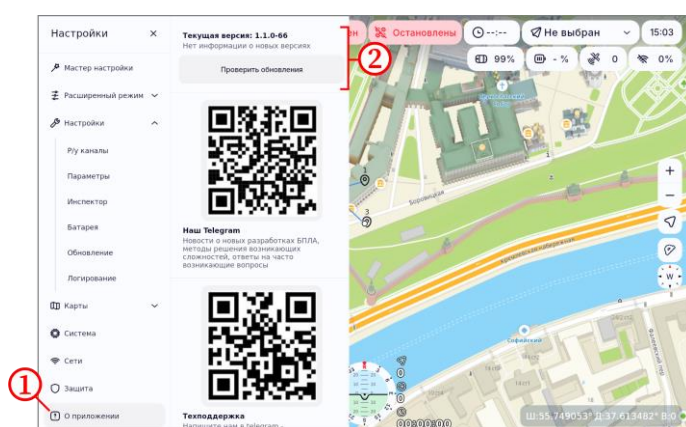

Рисунок 62
- перейти в раздел «О приложении» (рисунок 62, шаг 1);
- убедиться, что на экране раздела присутствует форма проверки наличия обновлений (рисунок 62, шаг 2);